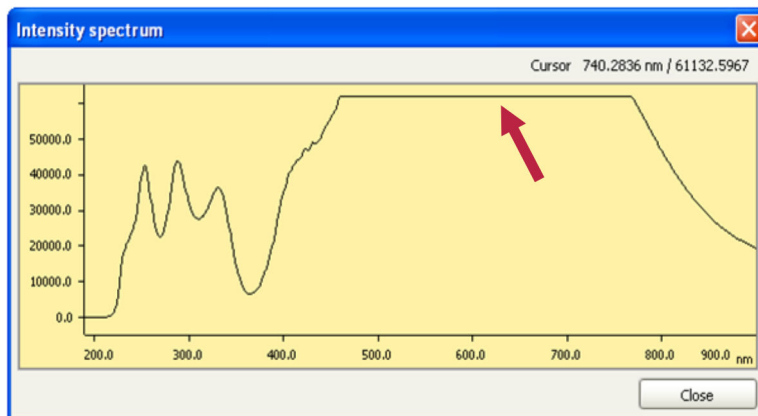

Figure 12 Intensité de la lampe trop élevée
Si le spectre d'intensité est coupé ("cut-off") en haut comme à la figure 12, il faut adapter les réglages de la lampe (voir Chapitre 6.6, page 28).
- Après la première mise en service, si le contrôle du spectre d'intensité détecte un "cut-off" (voir Figure 12, page 22).
- Après le remplacement de la lampe UV (voir Chapitre 6.4, page 25) ou de la lampe VIS (voir Chapitre 6.5, page 28), si le contrôle du spectre d'intensité détecte un "cut-off" (voir Figure 12, page 22).
- Le spectre d'intensité a été contrôlé et présente un "cut-off" (voir Figure 12, page 22).